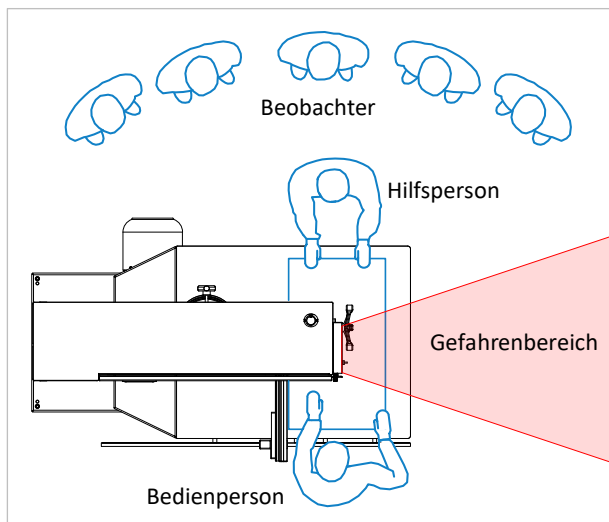

Abbildung 3: Gefahrenbereich um die Maschine
- ⚠ **Verhalten bei einem Bandbruch:** Betätigen Sie den Not-Aus und warten Sie unbedingt, bis alle Bandsägegeräte vollständig stillstehen, bevor Sie weitere Maßnahmen ergreifen. Nur das untere Rad wird abgebremst! Im Gefahrenbereich neben der Maschine (siehe ⇒ Abbildung 3) besteht bei einem Bandbruch Lebensgefahr!